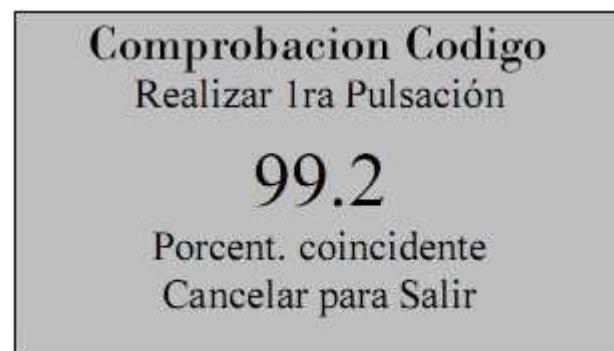

Fig.4
- Aparece no display “**Procesando**” e ao fim de uns segundos mostra-nos a percentagem de coincidência entre o comando original e a cópia (fig.4).